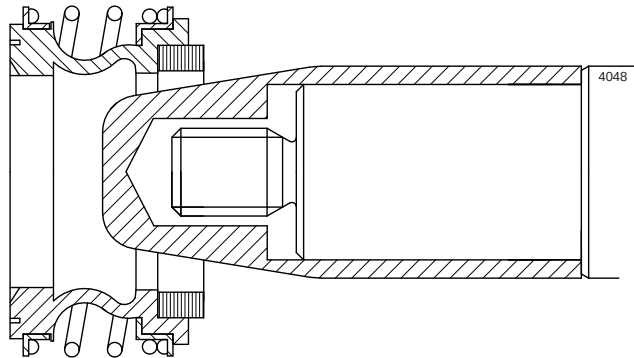

Figure 10: Douille de montage spéciale.
- *Outils spéciaux : Le montage de la garniture mécanique est plus facile si vous utilisez une douille de montage conique spéciale. De cette façon, les bords coupants de l'arbre sont recouverts, réduisant ainsi considérablement le risque d'endommager la garniture pendant le montage. Voir figure 10.*